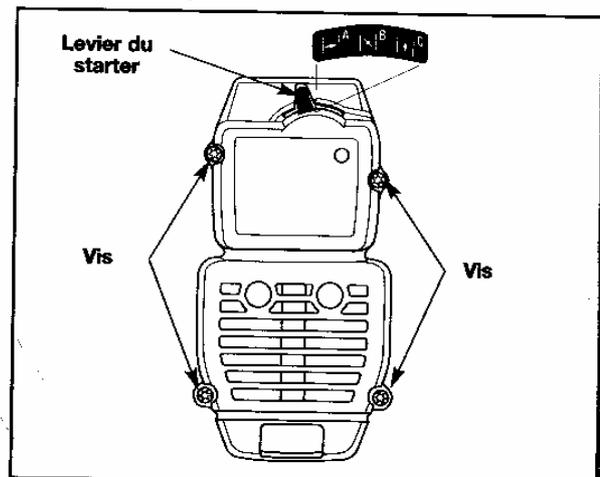

Fig. 23
1. Placez le levier du starter en position intermédiaire (B).
NOTE : Le levier du starter doit être en position intermédiaire (B) (Fig. 23) pour que le carter du filtre à air/pot d'échappement puisse être enlevé.
2. Enlevez les quatre (4) vis retenant le carter du filtre à air/pot d'échappement (Fig. 23). Utilisez un tournevis à lame plate ou à embout Torx n°T20.
NOTE : Le levier du starter doit être en position intermédiaire (B) (Fig. 23) pour que le carter du filtre à air/pot d'échappement puisse être remis en place.
2. Insérez les quatre (4) vis dans les orifices du carter du filtre à air/pot d'échappement (Fig. 23) et serrez-les. Utilisez un tournevis à lame plate ou à embout Torx n°T20. Ne serrez pas trop. Ne forcez pas.